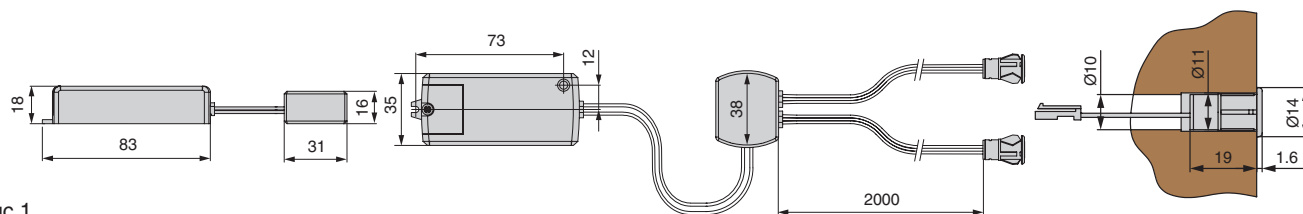

Рис.1
2. Просверлите отверстие диаметром 11 мм и установите ИК-датчики, как показано на Рис.1